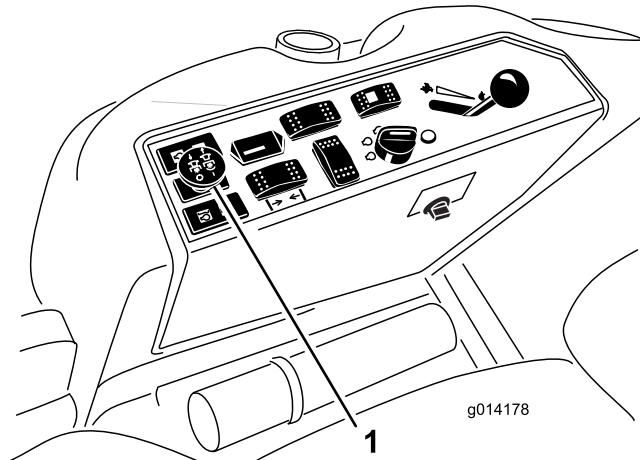

Рисунок 15
- Потяните вверх переключатель PTO, чтобы включить механизм отбора мощности (Рисунок 15).